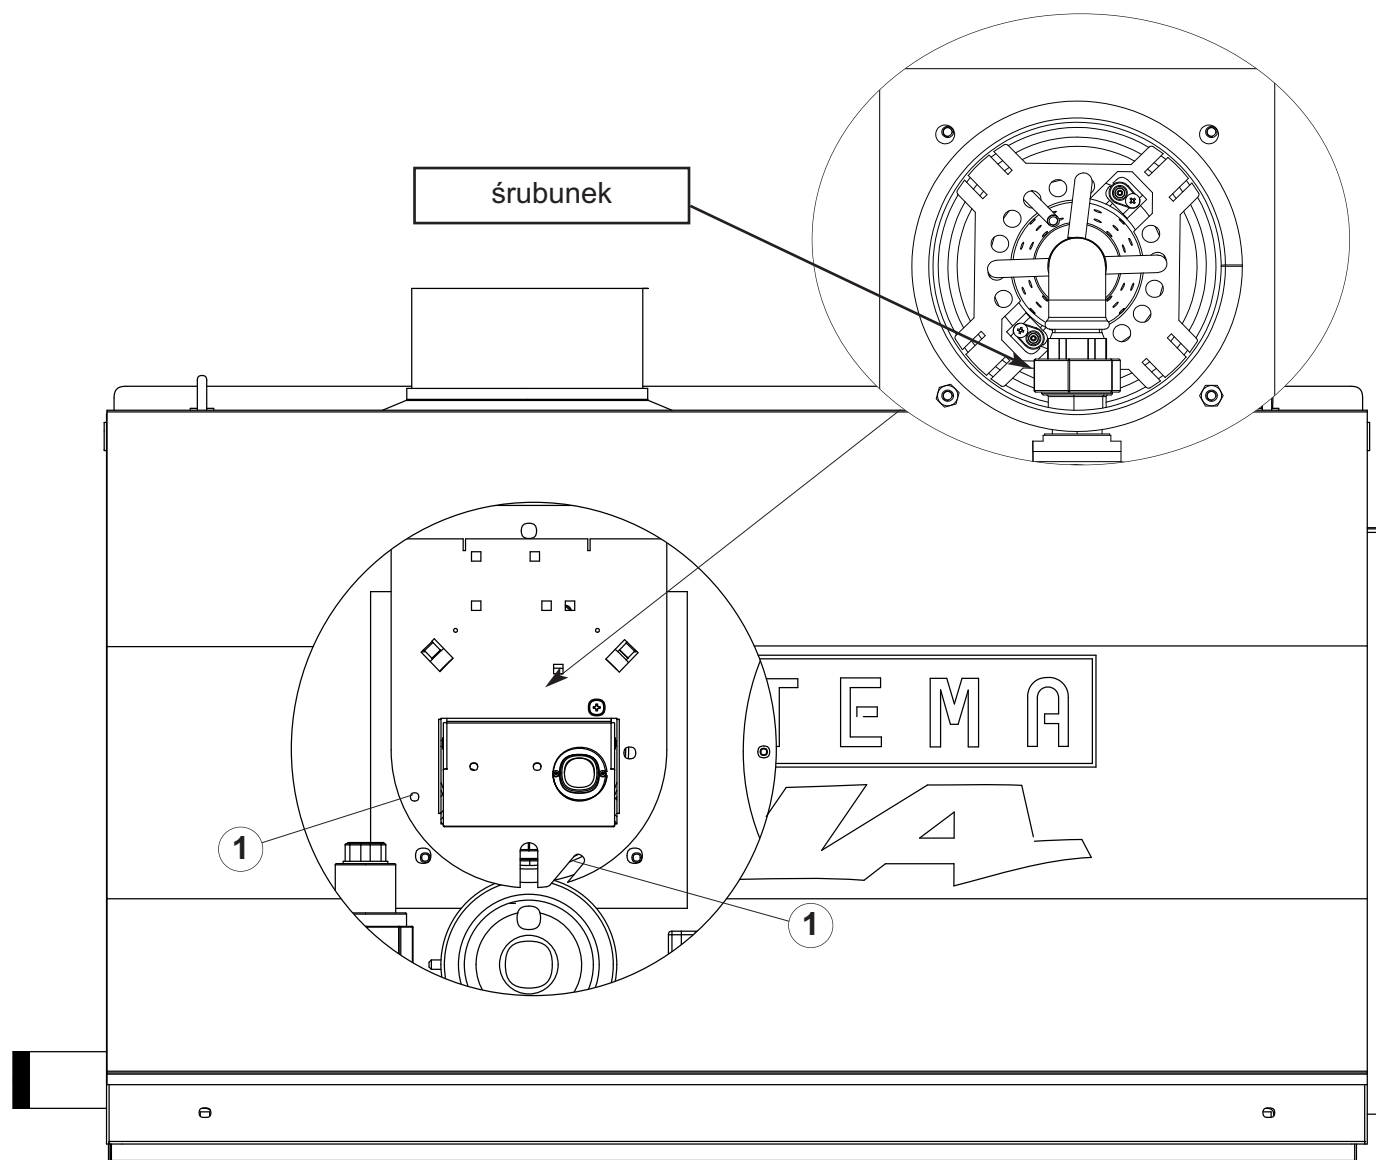

Fig. 8.1 Demontaż przepustnicy powietrza
- 2) Odkręcić dwie nakrętki motylkowe mocujące przepustnicę powietrza (pkt 1 rys. 8.1) i zdemontować ją.
- 3) Rozkręcić śrubunek końcówki spalaącej (patrz rys. 3.4 str. 17 i rys. 8.1 pag. 67), usunąć kryzę i zastąpić ją odpowiednią dla gazu płynnego (patrz tab. 7.1 str. 64). W przypadku wymiany głowicy spalania, wyjmij ją z komory spalania, usuń połączenia (zapłon i uziemienie) i zastąp ją nową głowicą. Przed wymianą należy sprawdzić, czy nowa głowica odpowiada tabelom (tab. 3.3 na str. 9).
- 6) Wyreguluj ciśnienie na palniku regulatorem w elektrozaworze (patrz rys. 8.1 na str. 67), do wartości podanej w tabeli 7.1 str. 64.